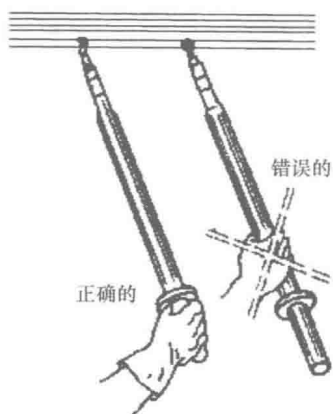

图 1.3 高压验电器握法
① 使用高压验电器时必须注意其额定电压和被检验电气设备的电压等级相适应,否则可能会危及验电操作人员的人身安全或造成错误判断。
② 验电时操作人员应戴绝缘手套,手握在护环以下的手柄部分,身旁应有人监护。先在有电设备上检验,检验时应渐渐移近带电设备至发光或发声止,以验证验电器的性能完好。然后再在验电设备上检测,在验电器渐渐向设备移近过程中突然有发光或发声指示,即应停止验电。高压验电器验电时的握法如图 1.3 所示。
③ 在室外使用高压验电器时,必须在气候良好的情况下进行,以确保验电人员的人身安全。
④ 测电时人体与带电体应保持足够的安全距离,10kV 以下的电压安全距离应为 0.7m 以上。验电器应每半年进行一次预防性试验。